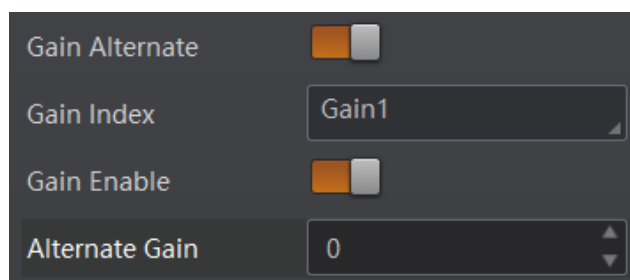

图4-11 交替增益
5. 在 Alternate Gain 中设置所选参数的增益值，如图 4-11 所示。